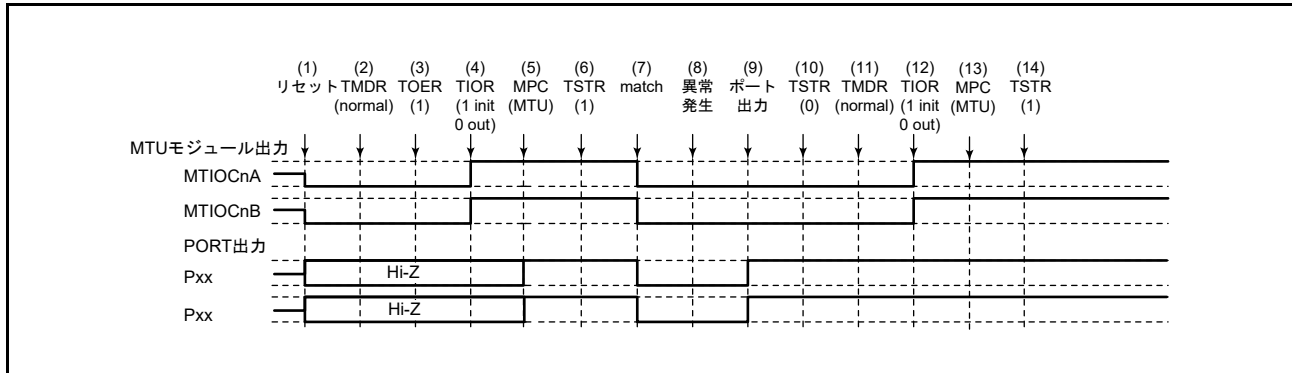

図 19.152 ノーマルモードで異常が発生し、ノーマルモードで復帰する場合
ノーマルモードで異常が発生し、再設定後ノーマルモードで再スタートする場合の説明図を図 19.152 に示します。
(1) ~ (10) は図 19.152 と共通です。
(11) PWM モード1を設定します。
(12) TIOR レジスタで端子を初期化してください (PWM モード1では MTIOcNB (MTIOcND) 端子に波形が出力されません。出力すべきレベルがある場合は、I/O ポートのポート方向レジスタ (PDR)、ポート出力データレジスタ (PODR) で汎用出力ポートの設定をしてください。
(13) MPC と I/O ポートのポートモードレジスタ (PMR) で MTU 出力としてください。
(14) TSTRA レジスタで再スタートします。
(11) PWM モード2を設定します。
(12) TIOR レジスタで端子を初期化してください (PWM モード2では周期レジスタの端子に波形が出力されません。出力すべきレベルがある場合は、I/O ポートのポート方向レジスタ (PDR)、ポート出力データレジスタ (PODR) で汎用出力ポートの設定をしてください)。
(14) TSTR レジスタで再スタートします。
- (1) ~ (10) は図 19.152 と共通です。
- (11)位相計数モードを設定します。
- (12)TIOR レジスタで端子を初期化してください。
- (13)MPC と I/O ポートのポートモードレジスタ (PMR) で MTU 出力としてください。
- (14)TSTRA レジスタで再スタートします。
- (11) TIOR レジスタでノーマルモードの波形生成部を初期化してください。
- (12) TIOR レジスタでノーマルモードの波形生成部の動作を禁止してください。
- (13) TOERA レジスタで MTU3、MTU4 の出力を禁止してください。
- (14) TOCR1A、TOCR2A レジスタで相補 PWM の出力レベルと周期出力の許可禁止を選択してください。
- (15) 相補 PWM を設定します。
- (16) TOERA レジスタで MTU3、MTU4 の出力を許可してください。
- (17) MPC と I/O ポートのポートモードレジスタ (PMR) で MTU 出力としてください。
- (18) TSTRA レジスタで再スタートします。
(1) ~ (13) は図 19.152 と共通です。
(14) TOCR1A、TOCR2A レジスタでリセット同期 PWM の出力レベルと周期出力の許可禁止を選択してください。
(15) リセット同期 PWM を設定します。
(16) TOERA レジスタで MTU3、MTU4 の出力を許可してください。
(17) MPC と I/O ポートのポートモードレジスタ (PMR) で MTU 出力としてください。
(18) TSTRA レジスタで再スタートします。